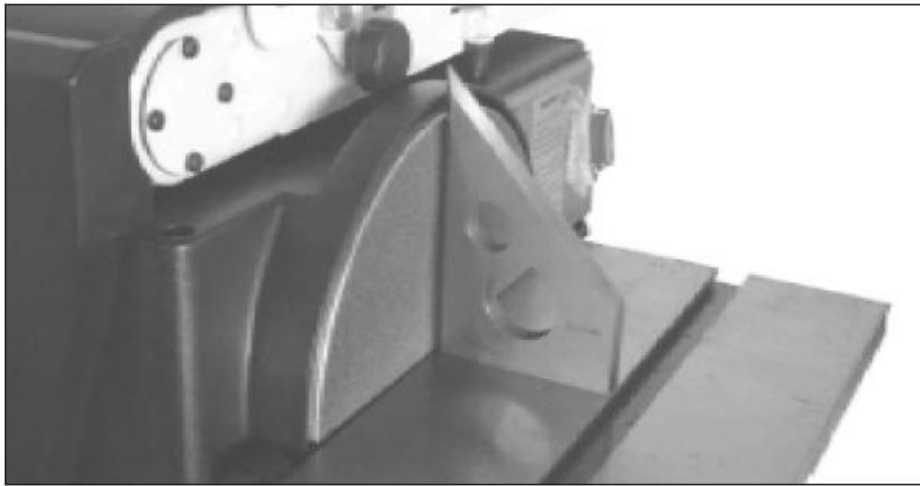

Рис. 7
1. Используя комбинированный угольник, проверьте угол наклона рабочего стола к диску. (См. рис. 7)